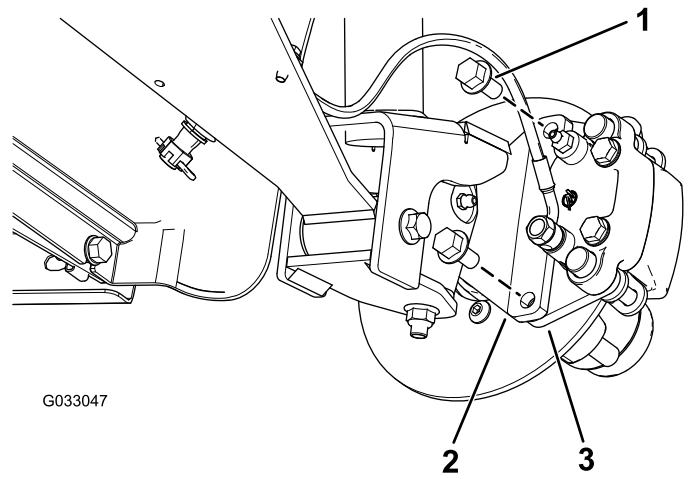
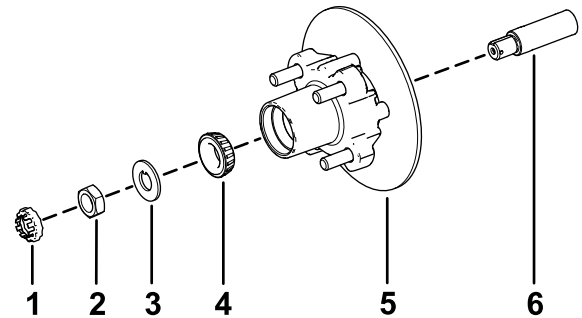

Figura 29
Figura 33
3. Retire los pernos con arandela prensada ( $\frac{3}{8}$ " x  $\frac{3}{4}$ ") que sujetan el soporte del conjunto de freno al eje y separe el freno del eje (Figura 29).
1. Aplique una ligera capa de grasa del tipo especificado en el eje (Figura 33).
2. Monte el cubo y el rotor en el eje con el rotor hacia dentro (Figura 33).
3. Monte el cojinete exterior en la mangueta y acople el cojinete al anillo de rodadura exterior (Figura 33).
4. Monte la arandela con pestaña en la mangueta (Figura 33).
5. Enrosque la tuerca en el eje y apriete la tuerca a 15 N·m (11 pulgadas-libra), girando el cubo para asentar el cojinete (Figura 33).
2. Alinee las pastillas de freno en cada lado del rotor (Figura 29) y los taladros del soporte de la pinza con los taladros de montaje del freno de la mangueta (Figura 33).
3. Sujete el soporte de la pinza a la mangueta (Figura 29) usando los 2 pernos con arandela prensada ( $\frac{3}{8}$ " x  $\frac{3}{4}$ " ).